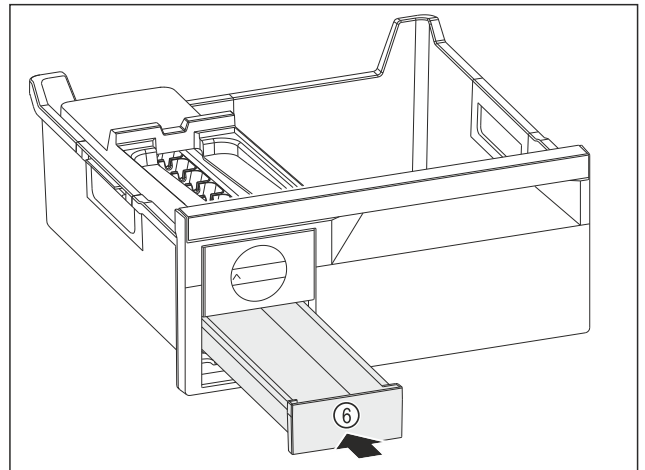

Fig. 122
- ▶ Ijsblokjesvak Fig. 122 (6) inschuiven.